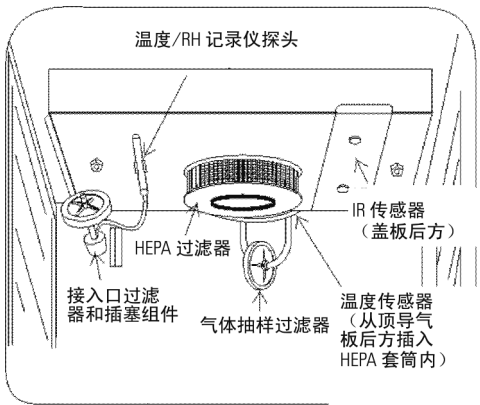

图 5-5. 过滤器位置
5. 卸除 HEPA 过滤器、空气样本过滤器和接入口过滤器组件（图 5-5）。灭菌循环过程中管道可留在装置内部。此外，还应卸除温度/湿度记录仪探头和 IR 传感器（如安装）。丢弃过滤器。